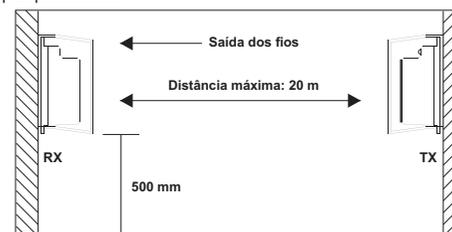

Figura 3
- Certifique-se de que o lado que possui a saída dos fios fique posicionado para cima (figura 3);